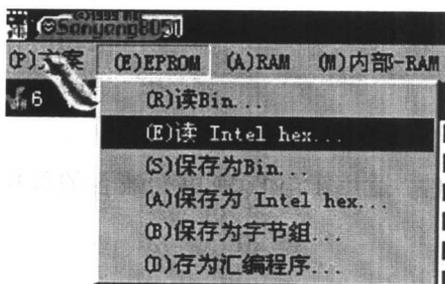

图 1-2
(1) 调入用 MASM51 编译好的 Test. hex 文件: 从“(E) EPROM”菜单读入目的文件, 如图 1-2。